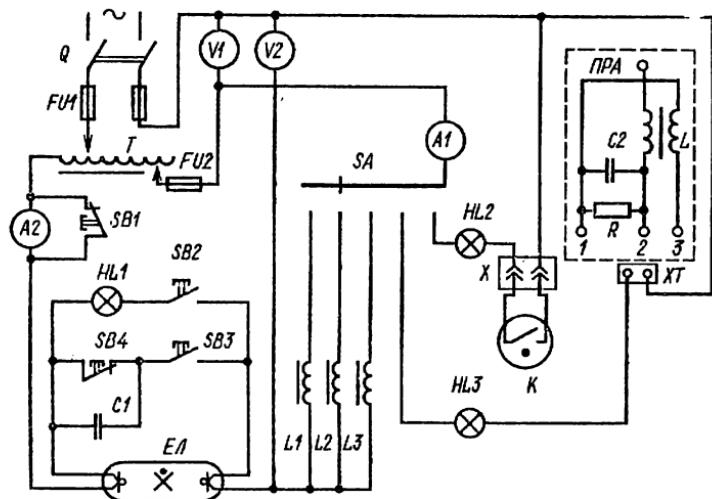

Рис. 60. Схема стенда для проверки светильников с люминесцентными лампами
Возможные повреждения: люминесцентная лампа не зажигается вообще; не зажигается и на одном или обоих ее электродах наблюдается свечение; при включении светильника перегорают нити лампы, лампа не зажигается и «мигает». Причинами таких дефектов могут быть неисправность электропроводки, патронов, стартеров, дросселя, неисправность самой лампы, ошибки в схеме соединения проводов светильника. На предприятиях, где большое количество люминесцентных светильников, рекомендуется иметь в лаборатории ЭРЦ специальный стенд (рис. 60), который позволит проверить лампу светильника и его элементы.
**Проверка электродов лампы.** Лампу *EL* (рис. 60) устанавливают в патрон, пакетным выключателем *Q* включают стенд в сеть, автотрансформатором *T* устанавливают необходимое напряжение. Переключатель *SA* устанавливают в положение, соответствующее мощности лампы 45, 65 или 80 Вт и соответствующего дросселя (*L1*, *L2*, *L3*). Если лампа исправна, она зажигается при включении кнопки *SB2*. По вольтметру *V2* и амперметру *A1* проверяют потребляемый ток и напряжение, сравнивая их с заводскими данными. Допускается отклонение  $\pm 10\text{--}12\%$ . Если при нажатии кнопки *SB2* лампа не зажигается и контрольная лампа *HL1* не горит, это значит, что электроды (один или оба) лампы оборваны и последняя бракуется. Бывает, что после долгого хранения исправная лампа не зажигается. Тогда прибегают к форсированному зажиганию, кнопкой *SB3* вводят конденсатор *C1* емкостью 5—6 мкФ для ламп 40 Вт или 9—10 мкФ для ламп 80 Вт, который увеличивает ток в цели лампы. Не отпуская кнопку *SB3* до прогрева нити лампы, включают кнопку *SB4* и только после этого отпускают кнопку *SB3*, а после этого кнопку *SB4*. Исправная лампа загорается.